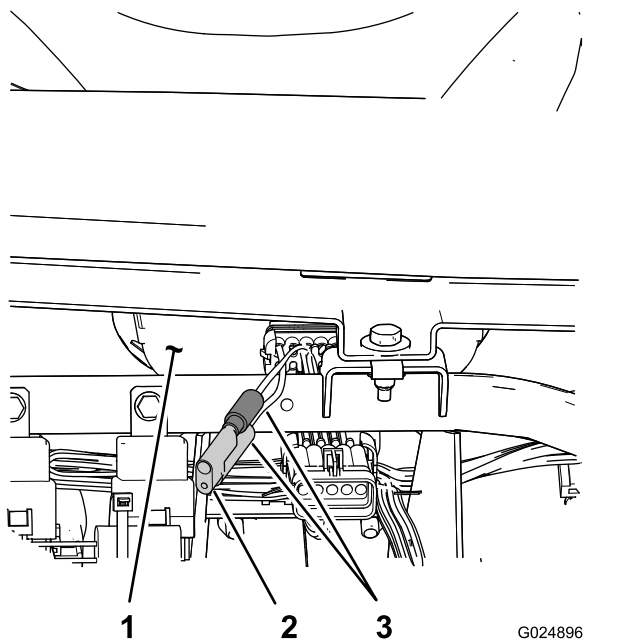

图78
3. 找到速度表旁边的 2 个松动线路 图78。
4. 拔下线束上的连接器插头并将线路连接到一起 图78。